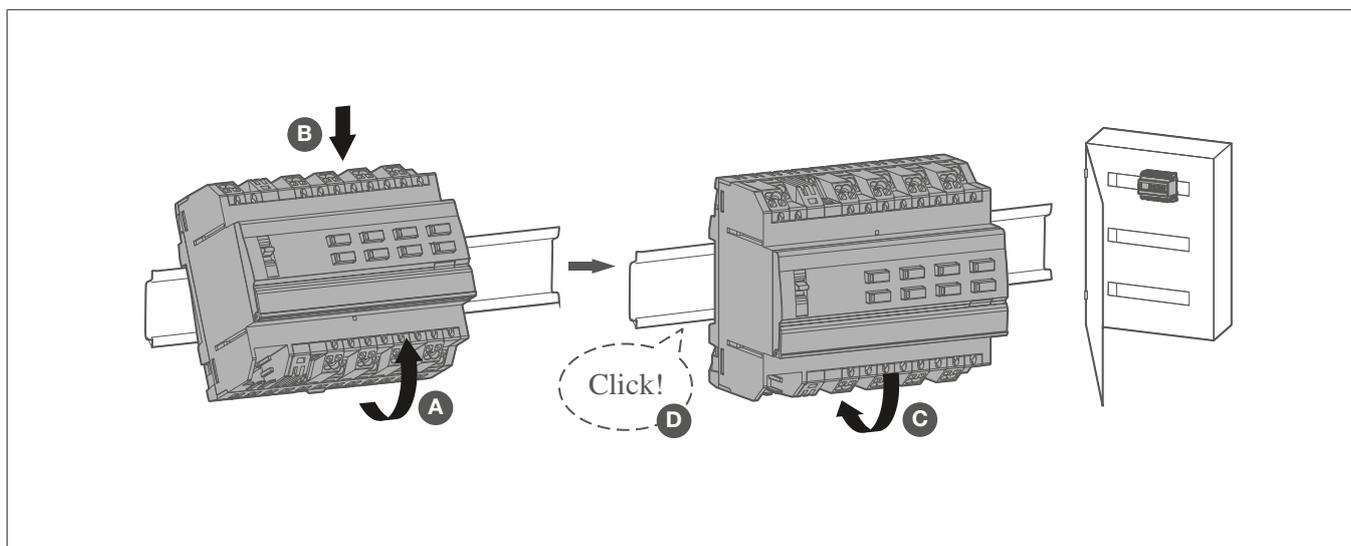

Fig. 4 : Installation de l'appareil sur le rail DIN
- 1 Installer l'appareil sur un rail DIN TH 35 7.5–15 conformément aux normes CEI 60715:2017 / EN 60715:2017 (Bild 4).